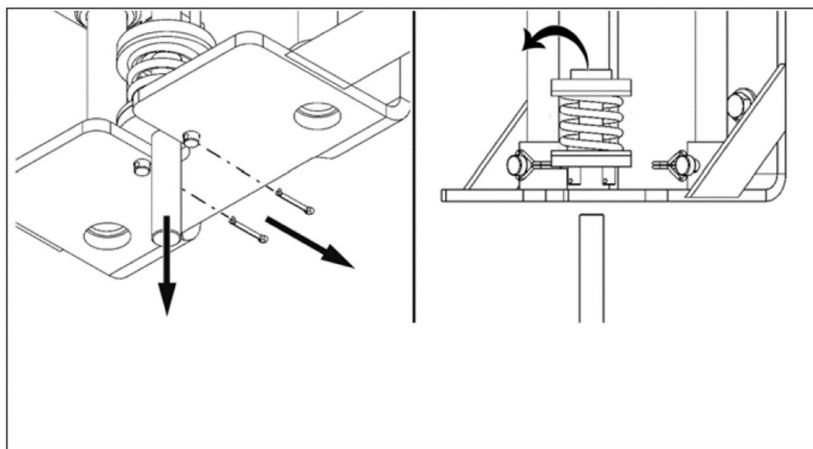

Рис. 5
5. Потяните резьбовой болт (Рис. 5 слева) вниз и снимите его.
6. Снимите блокировочные шплинты с болтов (Рис. 5 слева).
7. Снимите силовую пружину вместе с шайбами и болтами (Рис. 5, справа).